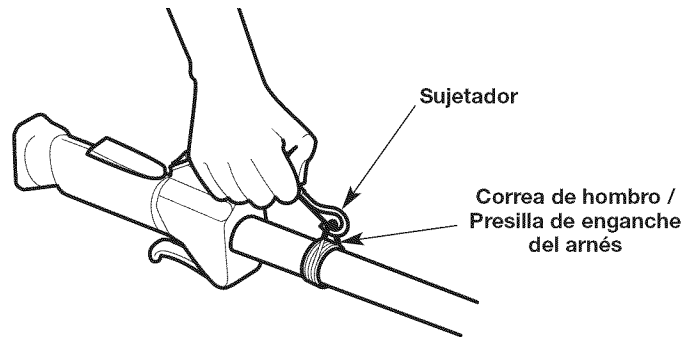

Fig. 4
5. Calce el pasador a presión sobre la correa de hombro/presilla de enganche del arnés (Fig. 4).